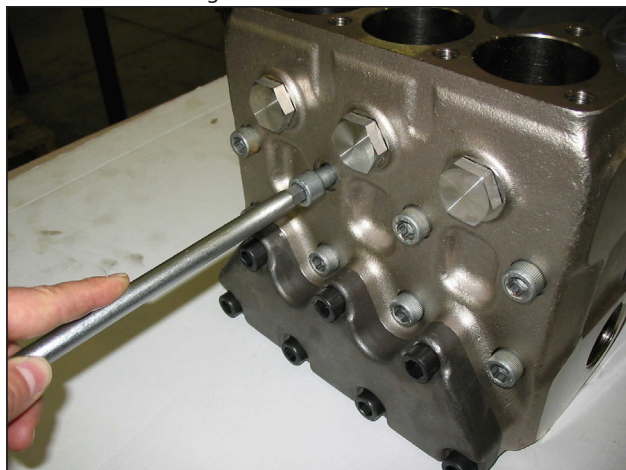

Fig. 25
- A) Aflojar los tornillos de fijación del cabezal M12x220 como se ilustra en la Fig. 25.